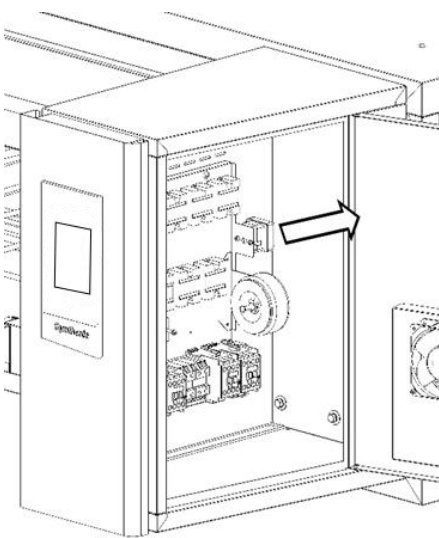
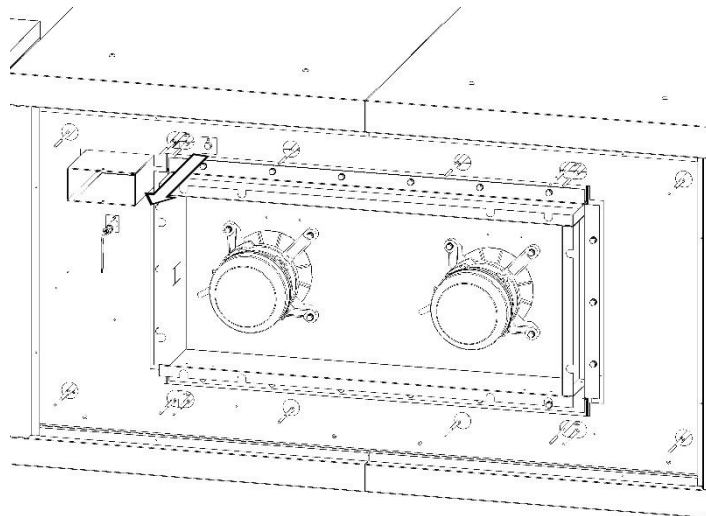

Fig.13A
Fig.13B
3. Die elektrischen Anschlüsse vom Thermostat trennen und die Montageschrauben lösen (Abb.13A).
5. Die Siliconversiegelung entfernen, den Kern (Abb.13B) herausziehen und den Thermostat austauschen (Abb.13A).